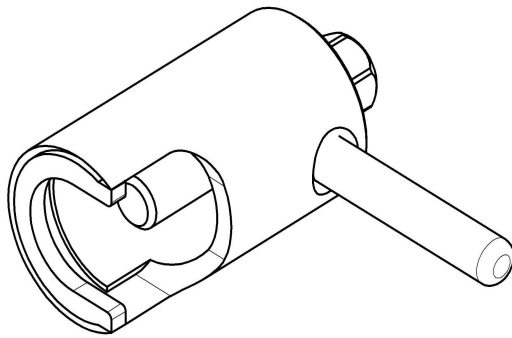

Рис. 29. Съемник крыльчатки(11000002907).
- снять крыльчатку при помощи специального съемника (см. рис. 29);